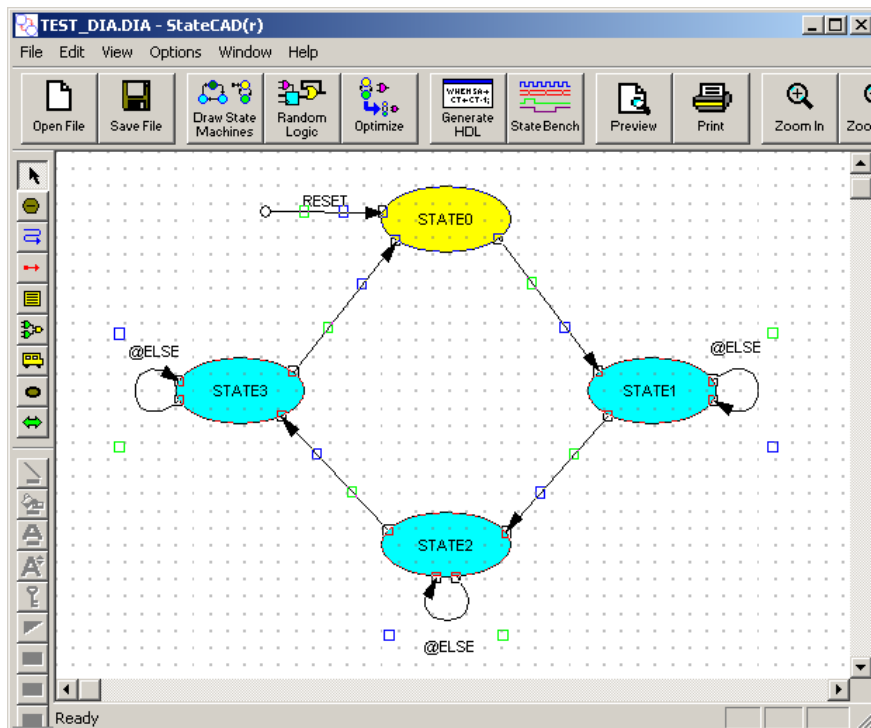

Figura 9.5. Exemplu de diagramă creată cu utilitarul *State Machine Wizard*.
9. Se deplasează dreptunghiul în poziția dorită din fereastra editorului și se execută un clic cu butonul din stânga. Se va afișa diagrama de stare în fereastra editorului StateCAD, în modul ilustrat în Figura 9.5 pentru un automat cu patru stări pentru care s-a selectat forma ca o figură geometrică.